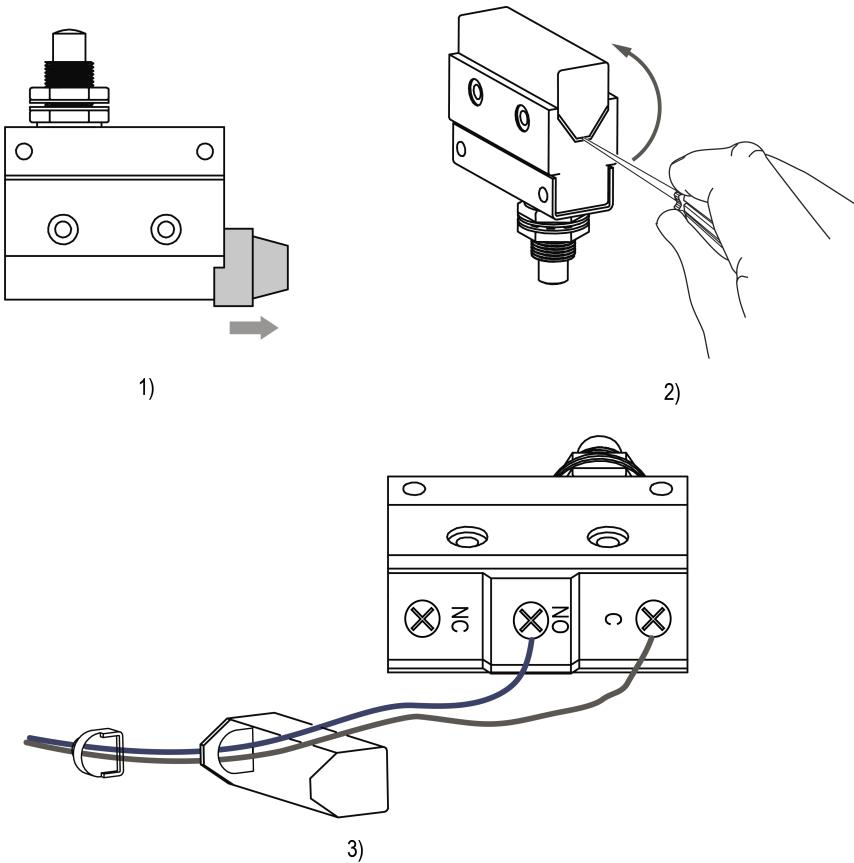

Рисунок 5.2 – Последовательность подключения
- Снять кабельный ввод (см. рисунок 5.2, 1).
- Подцепить отверткой угол кабельного канала и отделить его от корпуса концевого выключателя (см. рисунок 5.2, 2).
- Продеть подготовленные кабели через отверстия ввода и кабельного канала (см. рисунок 5.2, 3).